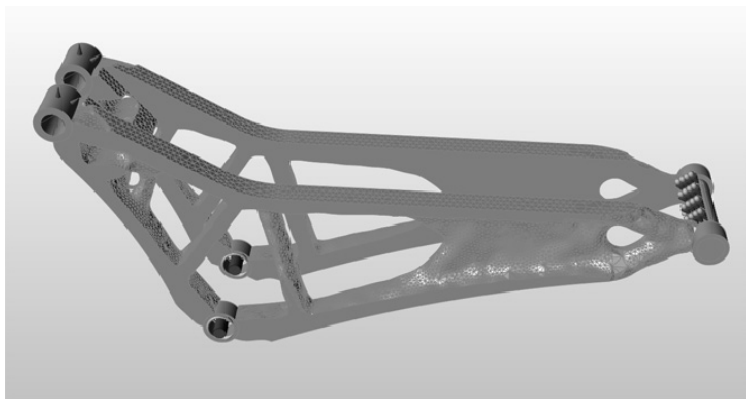

图 10-23
- 5) 双击运行的名称查看自适应操作的结果, 如图 10-23 所示。